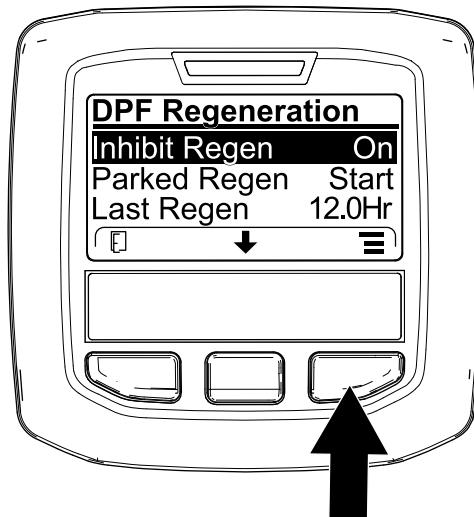
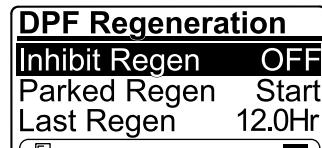

図 31
図 32
- DPF Regeneration メニューで、中央ボタンを押して再生禁止 INHIBIT REGEN オプションに移動し、右ボタンで中に入る 図 31。
- 右ボタンを使って、設定をを、ON から OFF 図 31または OFF から ON に変える 図 32。